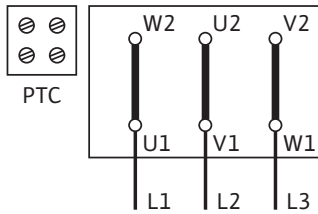

Fig. 45: Y-Δ-Anlauf (Standard)
Das Anschlussschema für den Elektroanschluss befindet sich im Klemmenkasten (siehe auch Fig. 45/46).
- Der Netzanschluss an das Klemmenbrett ist abhängig von der Motorleistung P_2 , von der Netzspannung und von der Einschaltart. Die erforderliche Schaltung der Verbindungsbrücken im Klemmenkasten ist der folgenden Auflistung „Tab. 4: Belegung der Anschlussklemmen“ auf Seite 18 sowie Fig. 45/46 zu entnehmen.
Y-Δ-Anlauf (Standard)	Verbindungsbrücken entfernen (Fig. 45)